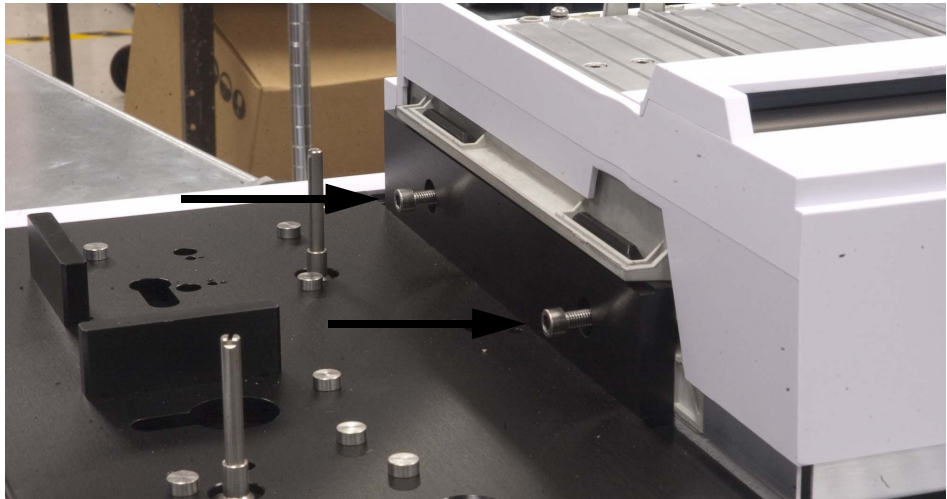

Figure 14 Fixation du porte-échantillons au support de montage du châssis
- 3 Au moyen d'un tournevis Torx T-30, fixez le porte-échantillons à la base du châssis avec les deux vis T-30 (Figure 14).